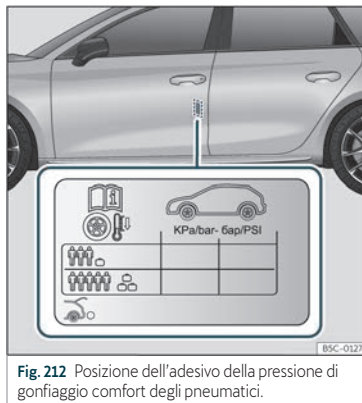

Fig. 212 Posizione dell'adesivo della pressione di gonfiaggio comfort degli pneumatici.
- Adattare la pressione degli pneumatici al carico del veicolo»» fig. 212.
I valori della pressione di gonfiaggio degli pneumatici sono riportati sull'etichetta adesiva situata nella zona posteriore del telaio della porta anteriore sinistra»» fig. 212.
Adeguare la pressione di gonfiaggio degli pneumatici al carico del veicolo. Se il veicolo verrà caricato al massimo, è necessario aumentare la pressione di gonfiaggio al valore di carico più elevato indicato sull'etichetta adesiva»» fig. 212.
Nel caso del ruotino di scorta (125/70 R16 o 125/70 R18), gonfiare a 4,2 bar come indicato nell'etichetta della pressione degli pneumatici»» fig. 212.
- Il conducente è responsabile che tutti gli pneumatici del veicolo siano gonfiati alla pressione corretta. La pressione di gonfiaggio consigliata è indicata in un adesivo »» fig. 212.
- Con gli pneumatici freddi, si deve mantenere sempre la pressione indicata sull'adesivo»» fig. 212.